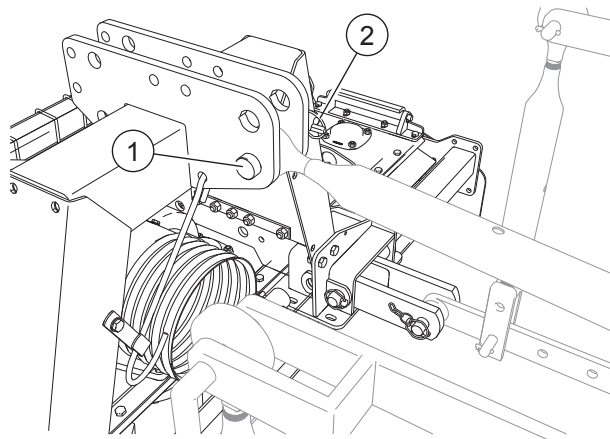

FIG. 25
- Approcher le tirant du relevage à l'attelage trois-points ("Fig. 25"). Régler le tirant de façon à ce que la machine reste positionnée à terre. Insérer l'axe d'attelage (1). Bloquer l'axe avec la goupille à déclic (2) fournie en équipement.